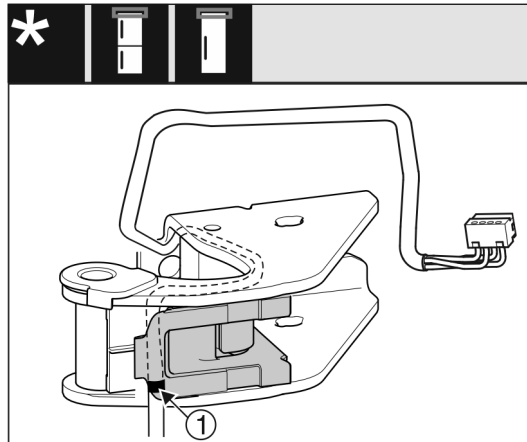

Fig. 28
- Keskimmäisen merkinnän on tällöin oltava johtopitimen reunassa Fig. 28 (1).